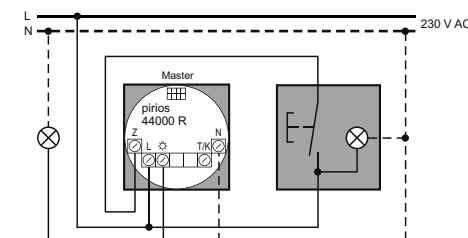

Fig. 2 Tasterfunktion Retrigger
- Funktion Retrigger: Anschluss an Z des Masters (Schema Fig. 2).